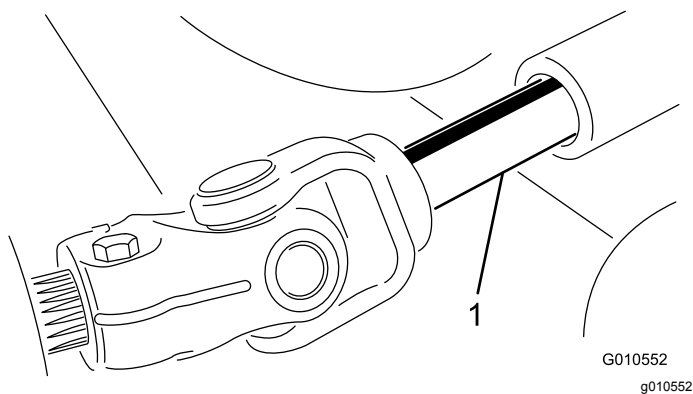

Figura 25
5. Rode a unidade de corte afastando-a da unidade de tração, separando as secções macho e fêmea do veio da tomada de força (**Figura 25**).